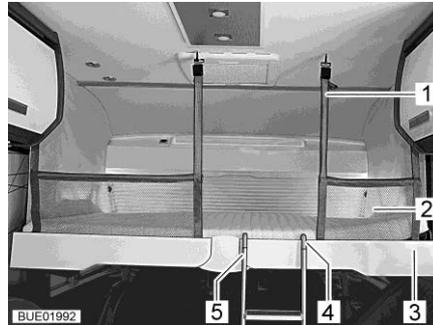

Fig. 139 Cama elevada con red de seguridad tendida
Si hay una red de seguridad (Fig. 139,2), esta se encuentra junto con los cinturones de retención en la cama elevada, debajo del colchón. Apenas extender la red de seguridad cuando las personas ya se encuentren en la cama elevada.
- Enganchar los cinturones de retención (Fig. 139,1) en los ganchos del techo.